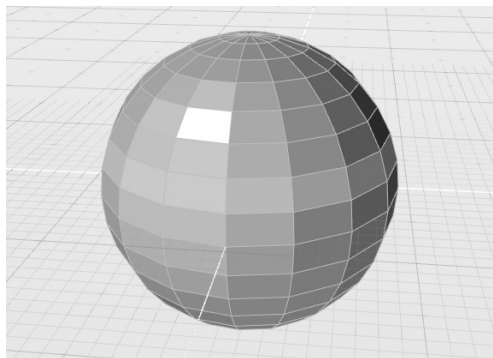

图 6-35 单击箭头, 链选一圈曲面
5) 此时单击箭头, 将一次性链选一圈曲面, 如图 6-35 所示。